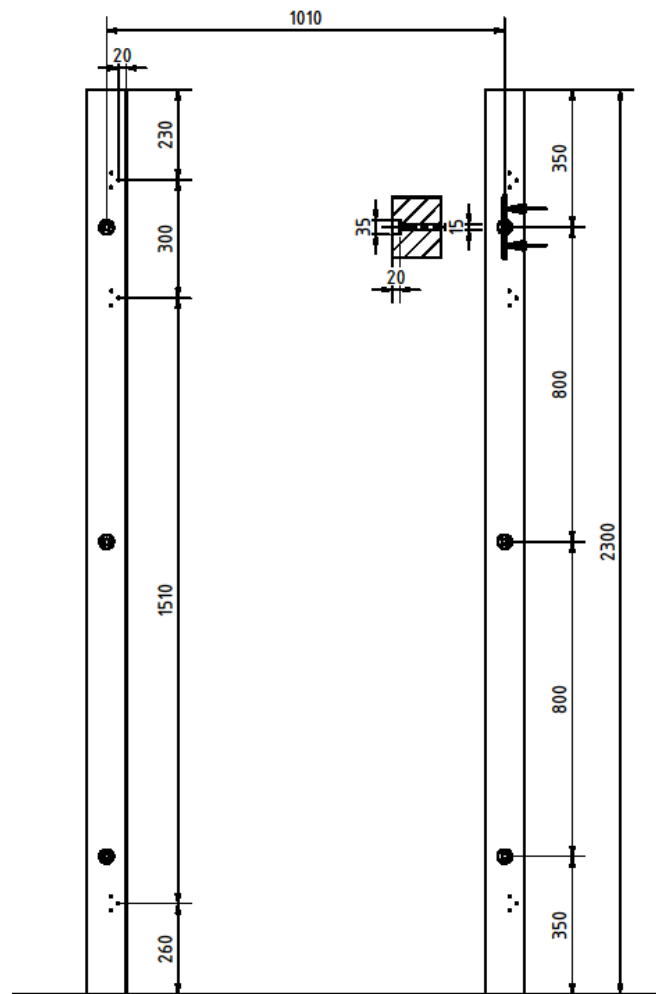
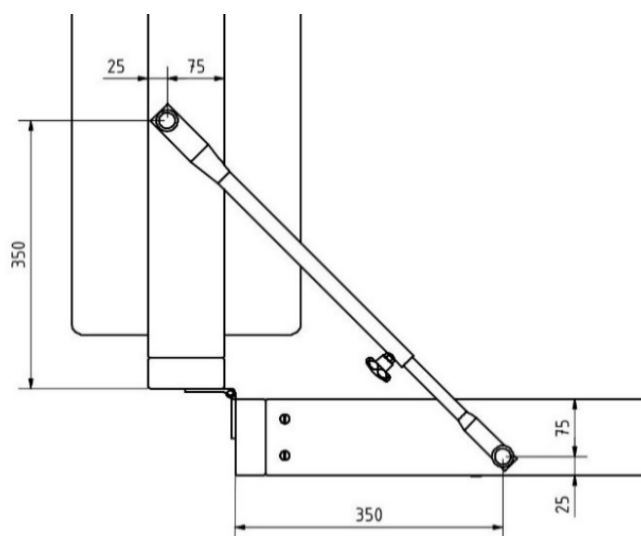

Abb. 3: Maße für die Bohrungen zur Montage der Wandbalken
Abb. 4: Bohrmaße der Teleskopstange
Um das Kletterhaus mit seinen Kletter-Einzelementen ① aufzubauen, befestigen Sie zu Beginn die Wandbalken ⑬ an der Wand. Überprüfen Sie dafür zunächst die Wand auf mögliche Hindernisse, wie z.B. Rohre oder elektrische Leitungen. Sind keine störenden Objekte vorhanden, werden die Bohrungsmaße aus Abbildung 3 empfohlen.
Für die Montage verwenden Sie die Sechskant-Holzschrauben ⑫, die Scheiben ⑮ und die Kunststoffdübel ②. Die Maße für die Bohrungen mit \varnothing 14 mm in der Wand können Sie aus Abb. 3 entnehmen. Setzen Sie daraufhin die Bohrungen in den oberen Wangen der zwei linken Einzelemente für die Teleskopstange (Abb. 4).